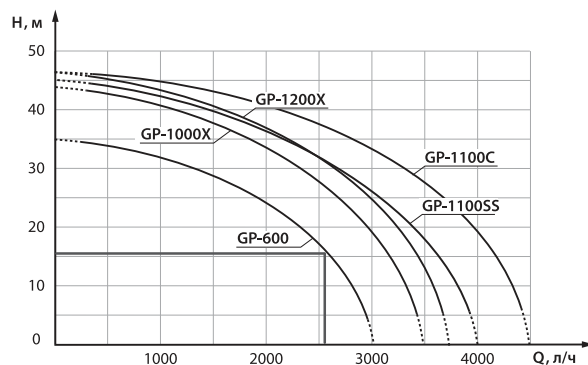

Рис. 3 График зависимости производительности от высоты подъема воды поверхностных насосов.
4. На графике зависимости производительности от высоты подъема воды насосов (рис. 3) находим величину расхода, она составляет примерно 43 л/м.